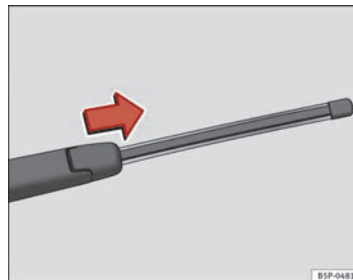

Fig. 168 Extraer la escobilla del limpiaventana
- Separe el brazo del limpiapuneta de la luneta ⇒ fig. 168
- Deslice el adaptador de la escobilla en la dirección de la flecha y retire la escobilla ⇒ fig. 168.